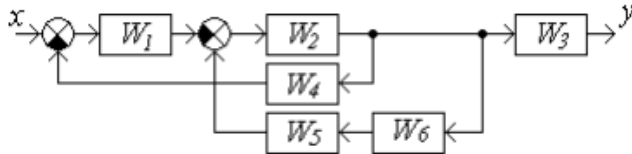

Рисунок 1.5
5. Найти эквивалентную передаточную функцию схемы (рисунок 1.5).